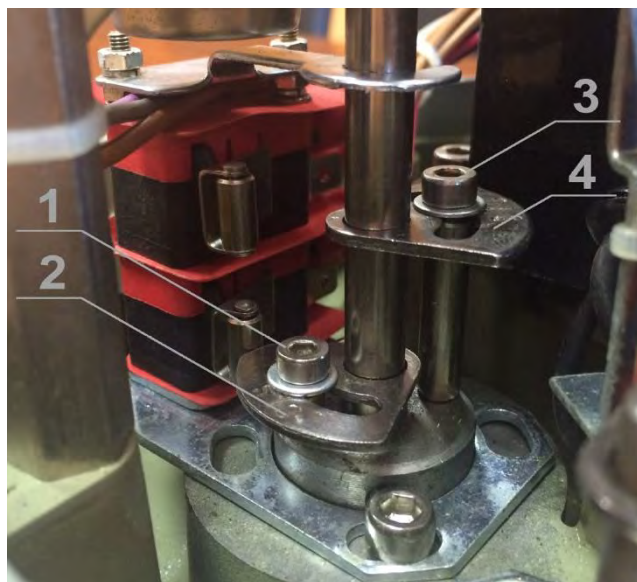

Рис. 3. Блок конечных выключателей
2.3.1.1.3. Ослабить крепежный винт (1) кулачка CLS (2) (рис. 3).
2.3.1.2.3. Ослабить крепежный винт (3) кулачка OLS (4) (рис.3).